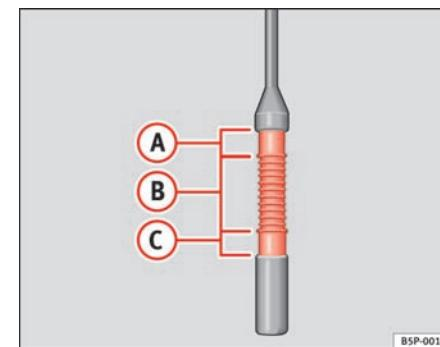

Fig. 123 Varilla de medición del nivel de aceite.
- A continuación, vuelva a extraerla y compruebe el nivel de aceite ⇒ fig. 123. En caso necesario, reponga aceite del motor.